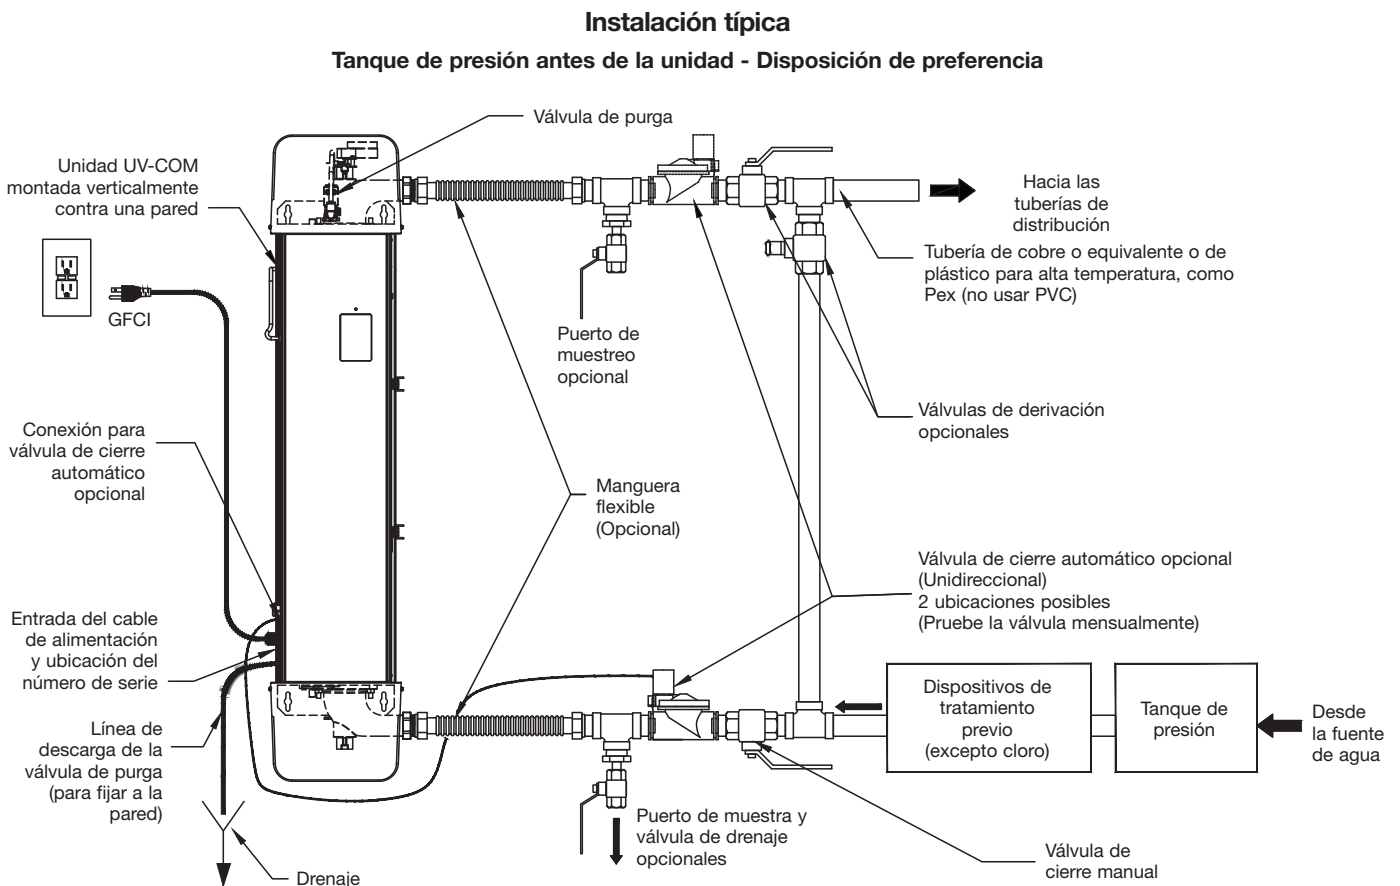

Figura 4-2
Estos accesorios, aislamiento de tuberías y cualquier tubería compatible con la plomería deben estar a mano antes de comenzar la instalación. Consulte la Figura 4.2 y haga una lista de todos los componentes necesarios, incluidos la soldadura, la pasta y el sellador de roscas. Las tuberías y válvulas de derivación que aíslan la unidad son opcionales (pero se recomiendan) al igual que una válvula de drenaje para drenar la unidad.
1. Consulte la Figura 4.2 sobre cómo organizar las tuberías y los dispositivos opcionales, como la válvula de cierre automático, la línea de derivación, los puertos de muestra y el drenaje. Si el tanque de presión está en dirección descendente de la unidad, se requiere un kit de reubicación de la válvula de purga.